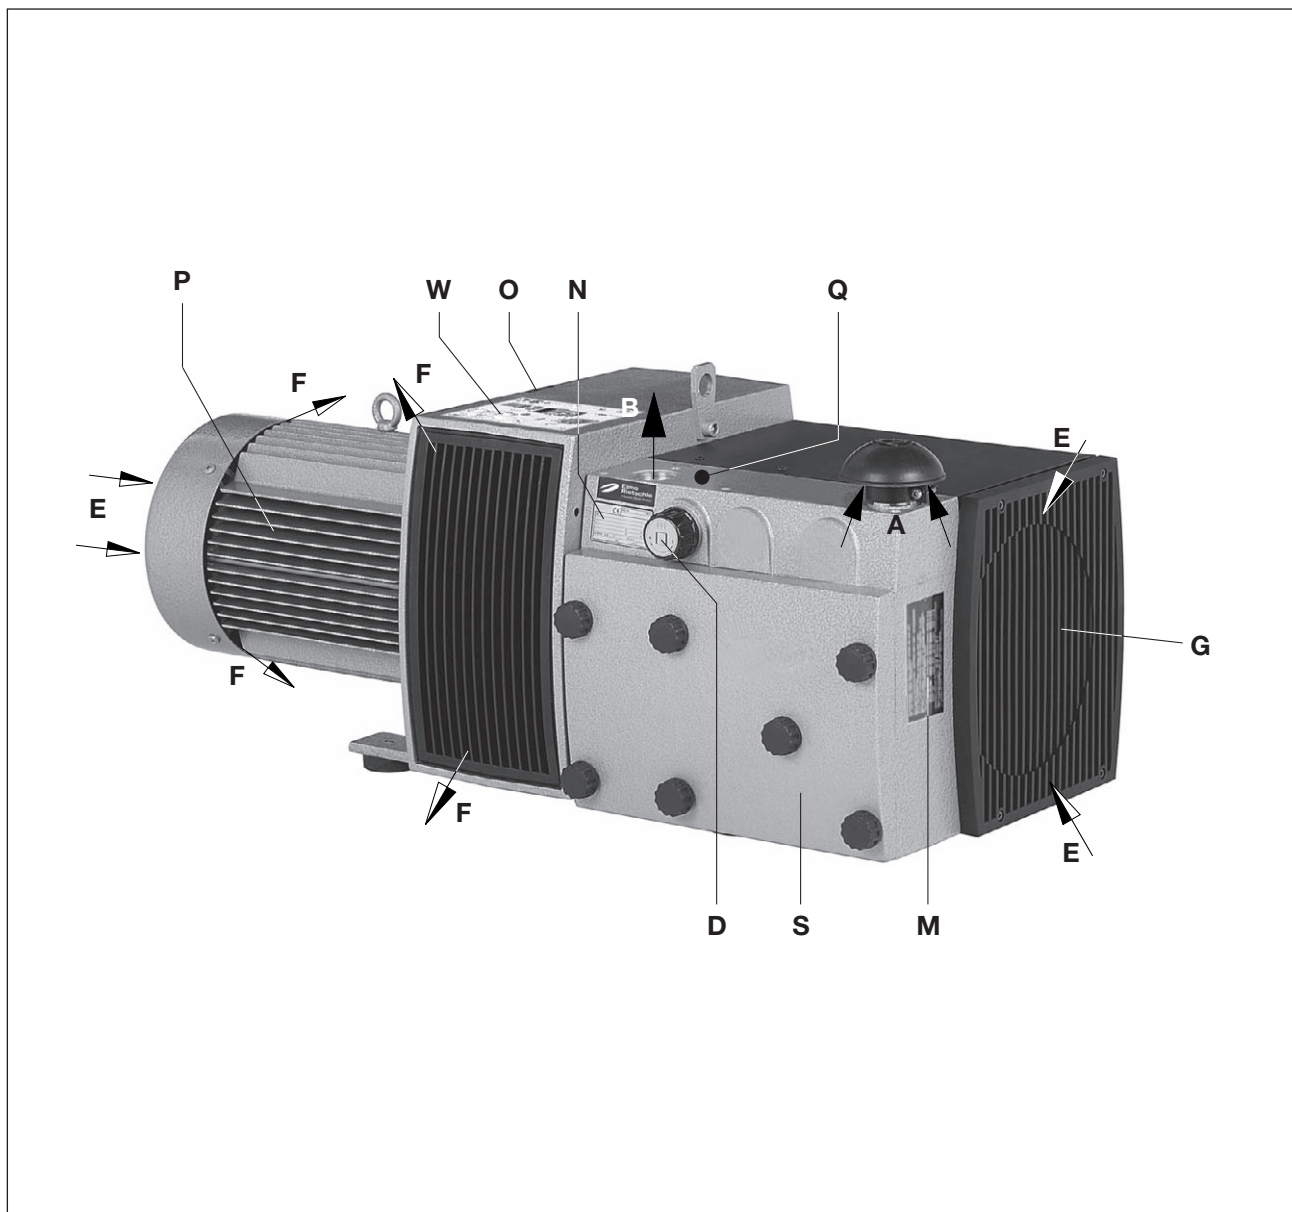

Abb. 2 Verdichter V-DTR 100 / V-DTR 140
Der Antrieb der Maschinen erfolgt durch angeflanschte Drehstrom-Normmotoren über eine Kupplung. Das Druck-Regulierventil (Abb. 2/D) erlaubt die Einstellung des Druckes auf gewünschte, jedoch nach oben begrenzte Werte.
Diese trockenlaufenden Drehschieber-Verdichter V-DTR 100 und V-DTR 140 eignen sich zur Erzeugung von Überdruck zwischen 0 und der auf dem Datenschild (Abb. 2/N) angegebenen Höchstgrenze (bar). Dauerbetrieb ist zulässig.
Filtergehäuse (Abb. 2/S) soll leicht zugänglich sein.
Die Kühlluft-Eintritte (Abb. 2/E) und die Kühlluft-Austritte (Abb. 2/F) müssen mindestens 30 cm Abstand zu benachbarten Wänden haben. Austretende Kühlluft darf nicht wieder angesaugt werden. Für Wartungsarbeiten ist vor dem Filtergehäuse (Abb. 2/S) und Ansauggitters (Abb. 2/G) min. 40 cm Abstand vorzusehen.
- a) Druckanschluss bei (Abb. 2/B).
Die erforderlichen Druckbereiche können mit dem Druck-Regulierventil (Abb. 2/D) entsprechend dem auf dem Drehknopf angebrachten Symbolschild eingestellt werden.
- a) Die elektrischen Motordaten sind auf dem Datenschild (Abb. 2/N) bzw. dem Motordatenschild angegeben. Die Motoren entsprechen DIN EN 60034 und sind in Schutzart IP55 und Isolationsklasse F ausgeführt. Das entsprechende Anschlussschema befindet sich im Klemmenkasten des Motors (entfällt bei Ausführung mit Steckeranschluss). Die Motordaten sind mit den Daten des vorhandenen Stromnetzes zu vergleichen (Stromart, Spannung, Netzfrequenz, zulässige Stromstärke).
Im betriebswarmen Zustand können die Oberflächentemperaturen an den Bauteilen (Abb. 2/Q) über 70°C ansteigen.
- ▷ Die vorgesehene Drehrichtung der Antriebswelle ist durch den Drehrichtungspfeil (Abb. 2/O) auf dem Motorflansch gekennzeichnet.